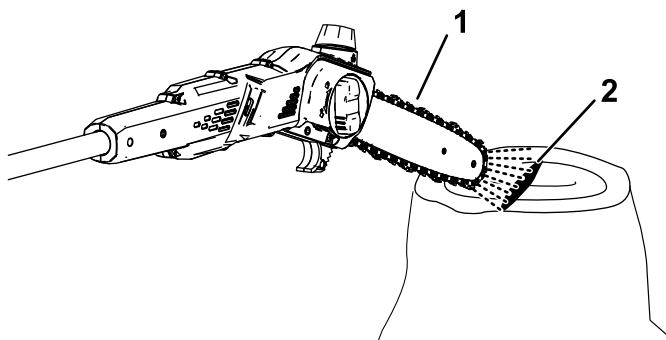

Figure 17
2. Pour vérifier que l'huile arrive jusqu'à la chaîne, pointez le nez de l'élagieuse à quelques centimètre/pouces au-dessus d'une surface (papier, carton, souche, etc.) et démarrez l'élagieuse; un peu d'huile devrait être pulvérisé sur la surface (Figure 17).